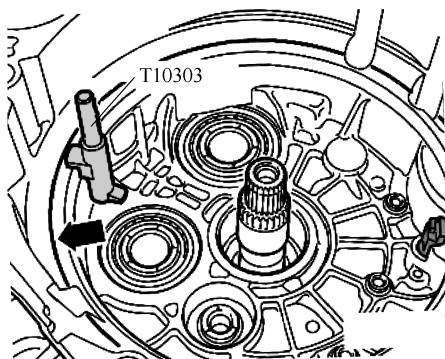

图 3-2-10 安装定位销
1) 将定位销(T10303)安装在变速器壳体的座圈箭头上，如图 3-2-10 所示，然后小心地装入离合器，不要让它掉落在变速器中。